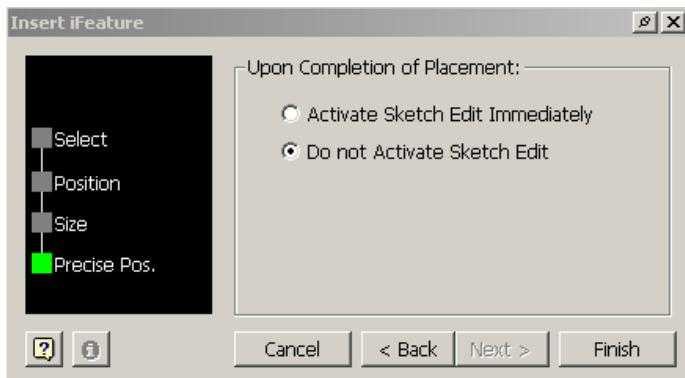

Figura 2.17.43.
- pasul **Precise Position**, figura 2.17.43 – oferă controlul radio **Upon Completion of Placement**, cu două opțiuni: **Activate Sketch Edit Immediately** – activare imediată schiță pentru reposiționare iFeature dimensională și prin constrângeri; **Do not Activate Sketch Edit**– neactivare schiță.